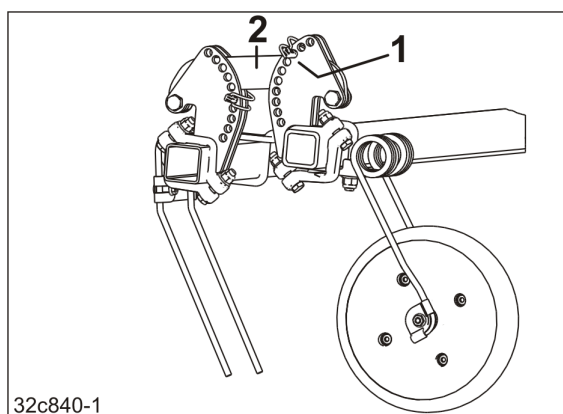

Bild 196
3. Inställningen av harvpinnarnas arbetsdjup görs med hjälp av rössprinten (Bild 196/1)
- o över armen (Bild 196/2),
Arbetsdjupet blir större ju djupare låssprinten (Bild 196/1) sätts in i justeringssegmentet.